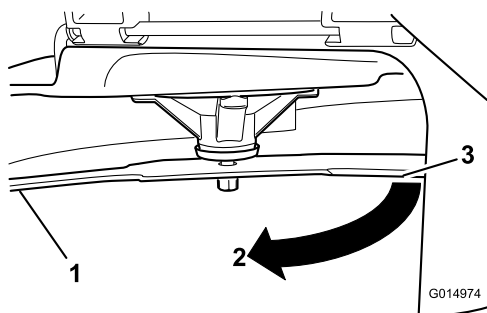

Bild 59
3. Zwischen Messer und Oberfläche gemessener Abstand (A)
4. Drehen Sie dasselbe Messer um 180 Grad, sodass die andere Schnittkante jetzt in derselben Stellung ist (**Bild 59**).